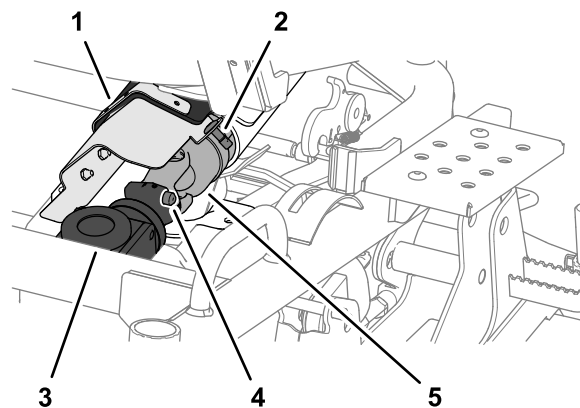

Figura 112
1. Rotii elementul de fixare cu un sfert de tură i deschidei capacul articulației universale de la capacul curelei (Figura 112).
2. Deconectai capătul din față al arborelui de transmisie de la cutia de viteze a punii mainii de tuns iarba apăsând sistemul cu pin i arc i apoi trăgând capătul arborelui de transmisie în spate (Figura 112).
1. Aliniați canelurile cuplajului universal al arborelui de transmisie cu canelurile din cuplajul cutiei de viteze; consultați Figura 112 din Deconectarea arborelui de transmisie de la cutia de viteze a punii mainii de tuns iarba (Pagină 74).
2. Apăsai sistemul cu pin i arc i apoi împingeți capătul arborelui de transmisie în față; consultați Figura 112 din Deconectarea arborelui de transmisie de la cutia de viteze a punii mainii de tuns iarba (Pagină 74).
3. Eliberați sistemul cu pin i arc i verificați dacă cuplajul universal al arborelui de transmisie este blocat în cutia de viteze a punii de mainii de tuns iarba; consultați Figura 112 din Deconectarea arborelui de transmisie de la cutia de viteze a punii mainii de tuns iarba (Pagină 74).
4. Închideți capacul cuplajului universal i fixați-l la capacul curelei cu dispozitivul de fixare cu rotire un sfert de tură; consultați Figura 112 din Deconectarea arborelui de transmisie de la cutia de viteze a punii mainii de tuns iarba (Pagină 74).